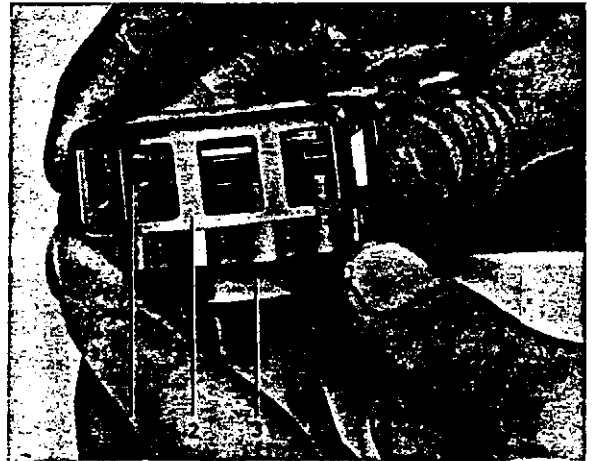
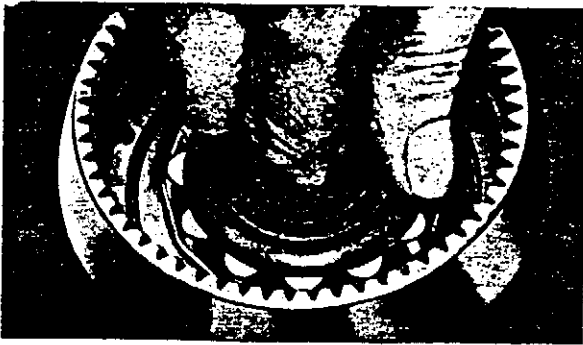
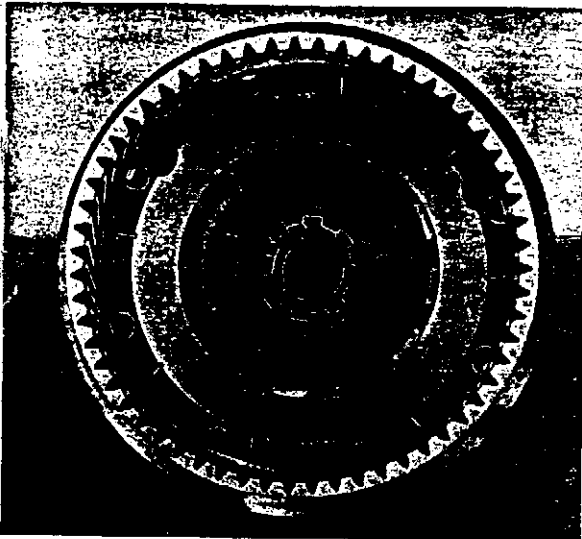

Abb. 20 Zusammenbau des Freilaufgrades, I
Abb. 22 Einbau des Freilaufrades
Abb. 23 Einbau der Sicherungsplatte, früh. Ausf.
4. Nabe des Freilaufgrades (34), Feder und Rollenkäfig zusammenbauen, siehe Abb. 20. Rollenkäfig so weit es geht im Uhrzeigersinn drehen und diesen in dieser Lage mit einem Keil festsetzen, siehe Abb. 21. Rollen einlegen. Eine Schnur oder ein Gummiband um die Rollen legen. Danach Druckscheiben und Freilaufgrad in der Abtriebswelle einbauen, siehe Abb. 22. Messingscheibe einlegen, siehe Abb. 23. Die Scheibe wird bei der